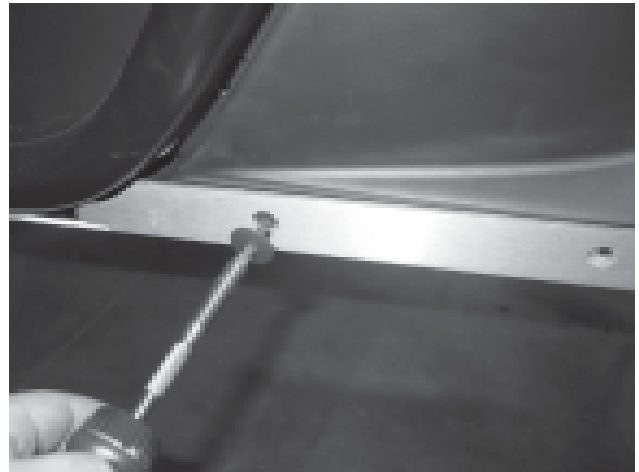

Figure 10
15. Posez les vis M6 (B3) dans les emplacements indiqués pour fixer la plaque de protection avant à la plaque de protection latérale. **(Figure 10)**